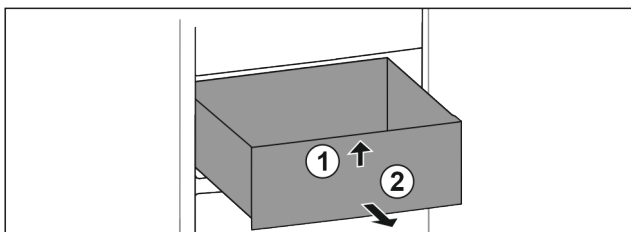

Fig. 63
- ▶ Unieść szufladę z przodu. Fig. 63 (1)
- ▶ Wyjąć szufladę do przodu. Fig. 63 (2)